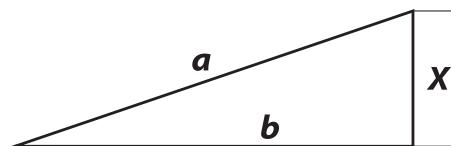

Рис. 3
### Косвенные измерения по теореме Пифагора (Рис. 3, 4, 5, 6)
1. Рассчитывается вторая сторона, для чего находится гипотенуза и первая сторона (Рис. 3). Чтобы перейти в режим косвенных измерений по теореме Пифагора, три раза подряд нажмите кнопку (3). Появляется значок «треугольника» с мигающей гипотенузой. Для измерения длины гипотенузы «*A*» нажмите кнопку (1). Чтобы измерить длину первой стороны «*B*», еще раз нажмите кнопку (1). После чего устройство рассчитывает длину второй стороны «*X*».